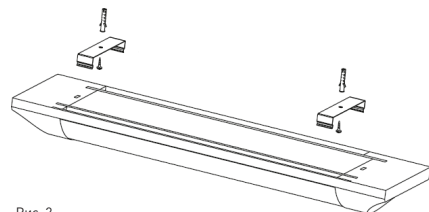

Рис. 2
- встановіть світильник на плоску поверхню за допомогою двох гвинтів (йдуть в комплекті) (Рис. 2).